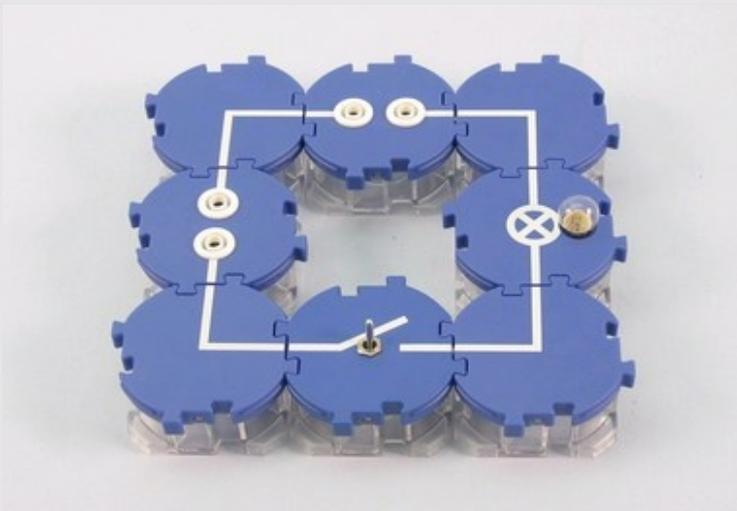

Fig. 4
- Place le palier d'encliquetage du galvanomètre sur un composant de ligne avec douille et réalise l'expérience conformément aux figures 4 et 5.